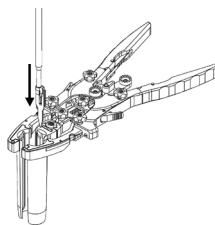

Figura 17
- Deslize o calço pelo canal da lâmina abaixo (Figura 17).